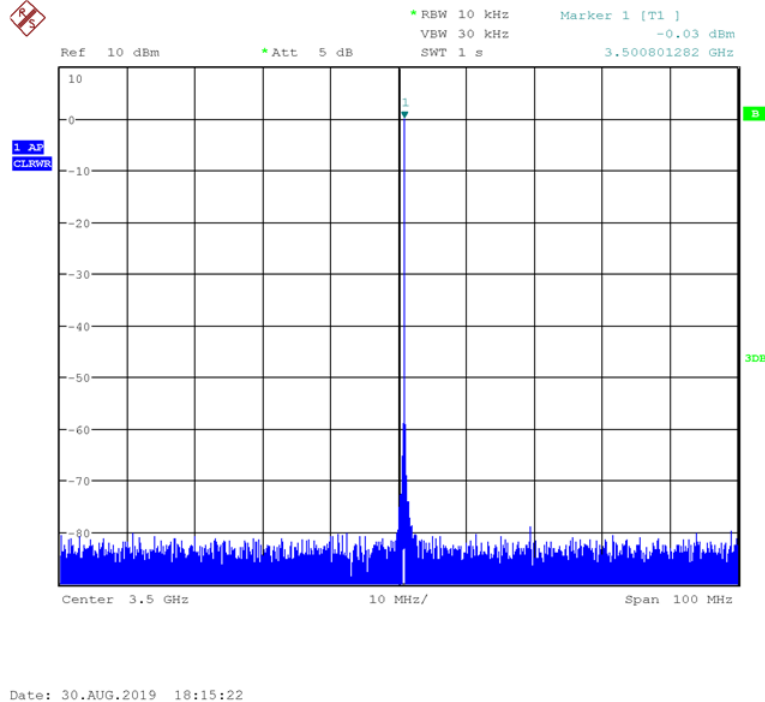

图 4-9. 3.5GHz 时的典型 TXDAC 单频性能
- 将频谱分析仪连接到 J9 (TXA)、J7 (TXB)、J10 (TXC) 或 J8 (TXD) 以监控 TXDAC 输出。参阅图 4-9 以了解典型的性能测量。